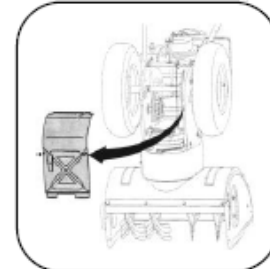

Figure 15
2. Faites pivoter soigneusement la souffleuse à neige vers le haut et vers l'avant afin qu'elle repose sur le boîtier de la tarière. Retirez le couvercle du cadre du dessous de la souffleuse à neige en retirant les quatre vis autotaraudeuses qui le fixent. Voir la figure 15.